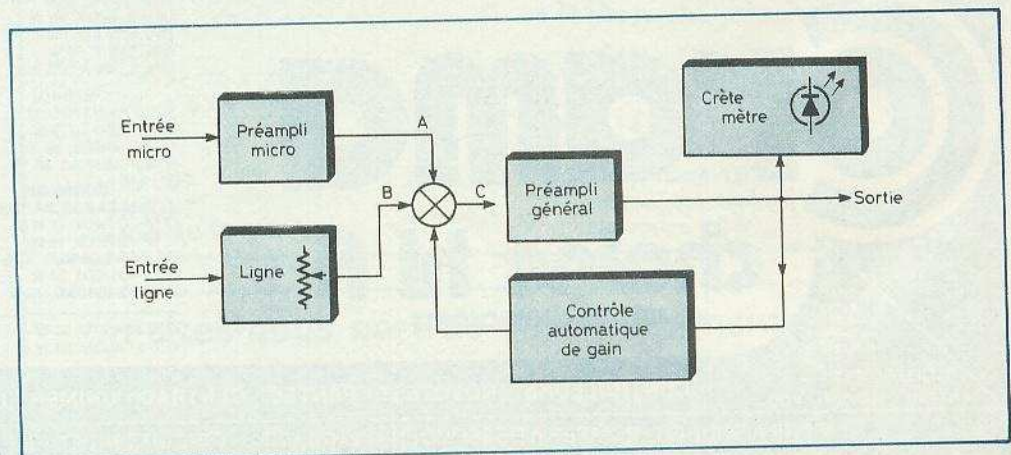

Fig. 1. - Synoptique complet du montage destiné à superposer un commentaire à un fond musical.
Comme le montre la figure 1, l'ensemble est assez simple. On trouve en effet, en partant de l'entrée, un préampli micro car les signaux issus de celui-ci sont très faibles, et, un bloc « ligne » comportant un potentiomètre qui permet de pré régler le niveau ligne par rapport au microphone. Puis ces signaux attaquent le sommateur (S) dont il faut préciser que les entrées ont des sensibilités différentes. On trouve ensuite le préampli général qui permet d'obtenir un niveau de sortie exploitable sur tous les appareils. On trouve aussi un crête-mètre. Celui-ci permet de faciliter le pré réglage de l'entrée ligne qui dépend de la source sonore utilisée. Mais il ne faut pas oublier le contrôle automatique de gain qui constitue en fait, l'âme du montage. Nous reviendrons plus loin sur son fonctionnement exact. Il faut
1. On règle par P_1 le niveau des signaux « ligne » grâce au crête-mètre de manière à ce que les signaux en A et B (fig. 1) soient du même ordre. L'amplitude des signaux à la sortie du préampli général est alors trop faible pour faire conduire T_5 , donc T_2 n'a aucun effet sur le montage.